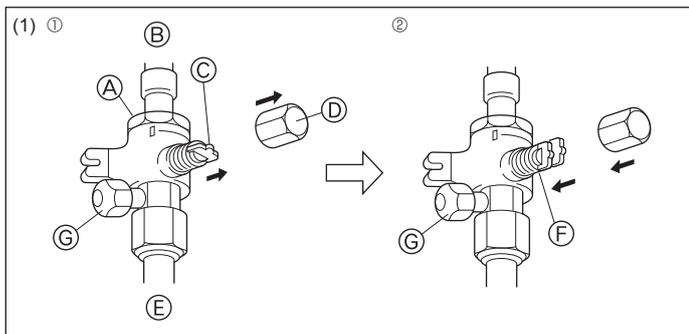
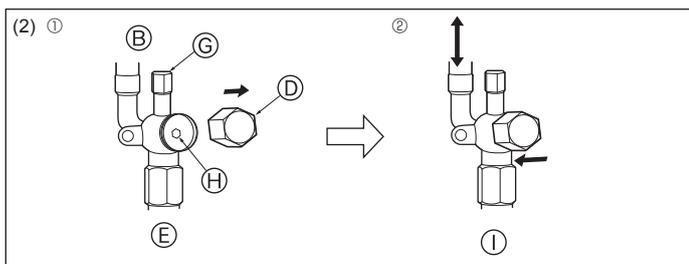

Fig. 4-12
Fig. 4-13
(1) Strona gazowa (Fig. 4-12)
- ① Aby otworzyć zawór, należy zdjąć korek, pociągnąć dźwignię do siebie i obrócić o 1/4 obrotu w kierunku przeciwnym do ruchu wskazówek zegara.
- ② Upewnić się, że zawór odcinający jest całkowicie otwarty, wcisnąć dźwignię i założyć korek.
(2) Strona cieczowa (Fig. 4-13)